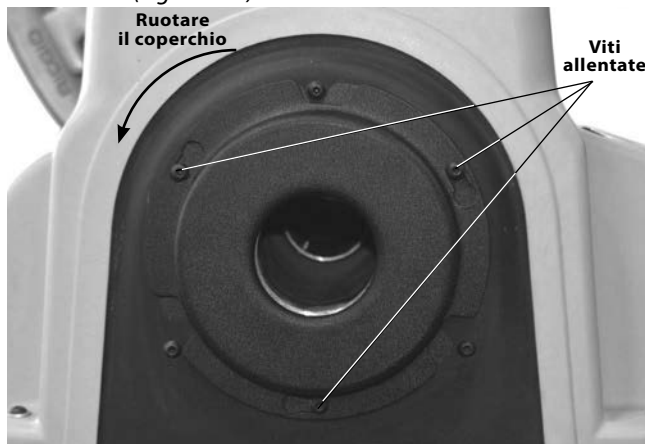

Figura 25A – Rimozione del coperchio posteriore
- a. Accertarsi che l'interruttore REV/OFF/FOR (INDIETRO/SPENTO/AVANTI) (2/0/1) si trovi nella posizione OFF (0) e che il cavo sia staccato dalla presa.
- b. Rimuovere il coperchio posteriore. Allentare le viti del coperchio e ruotare il coperchio per rimuoverlo (Figura 25A).